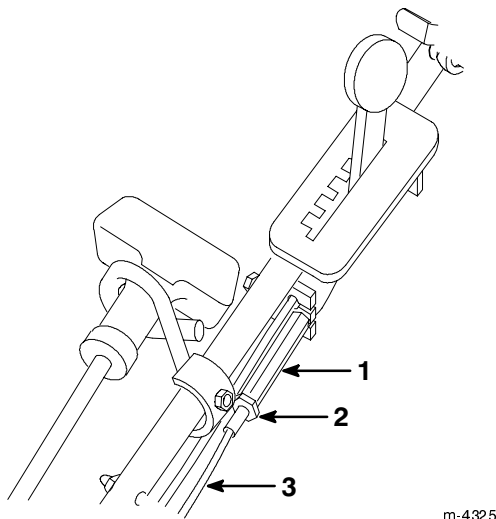

Bild 34
4. Lockern Sie die hintere Klemmmutter am Bremszug (Bild 34).
6. Drehen Sie die Zügeinstellung am Bremszug, bis Sie das Spiel beseitigt haben (Bild 34).